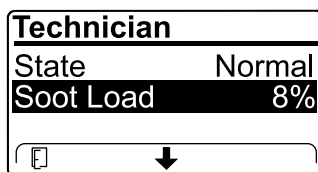

Figura 32
- Vea la carga de hollín que se mide como porcentaje de hollín en el DPF (Figura 32); consulte la tabla de carga de hollín.